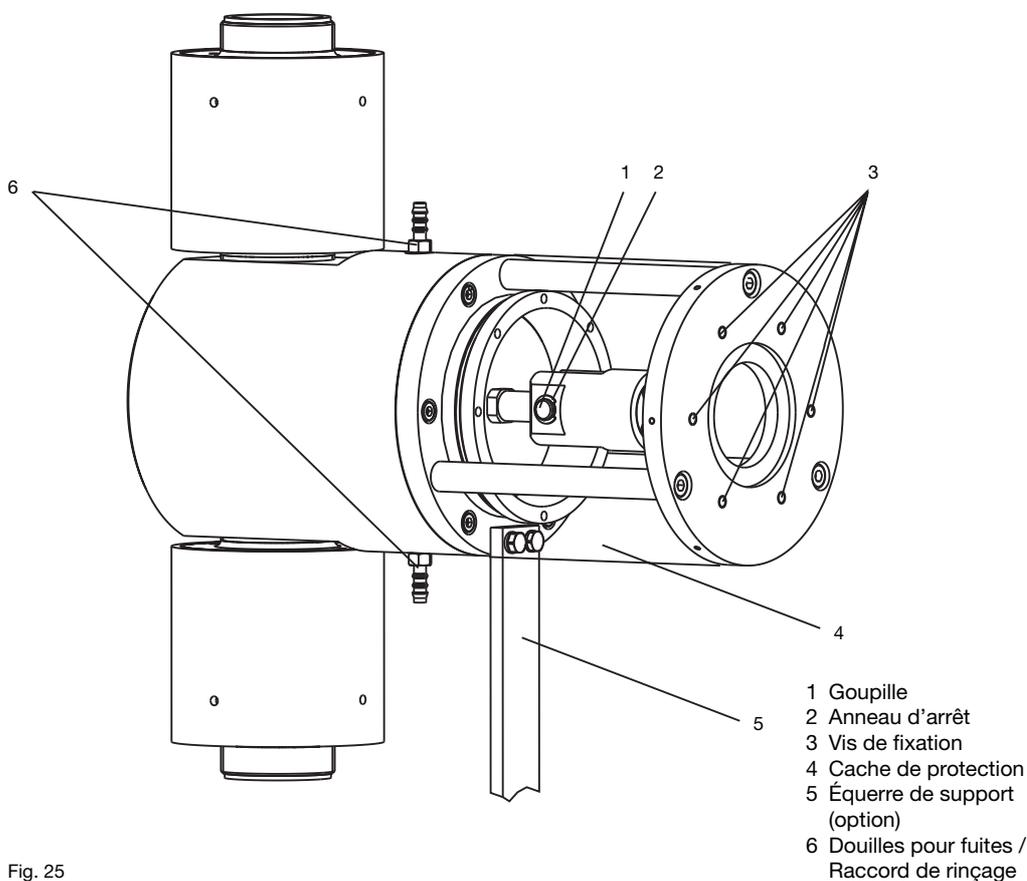

Fig. 25
- ▶ Retirez le cache de protection (4) de la lanterne (voir Fig. 25).
- ▶ Enlevez un anneau d'arrêt (2) de la goupille sur la tête articulée et retirez la goupille (1).
- ▶ Placez les orifices de la tête articulée et de la tête de la fourche en vis-à-vis (voir Fig. 25).